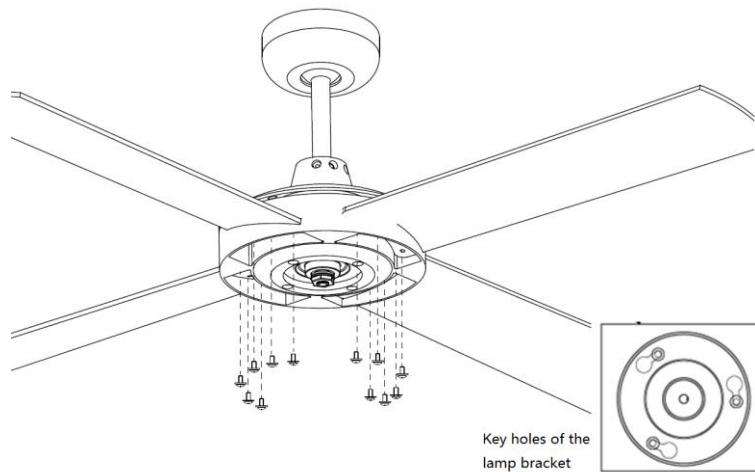

Fig. 5
1. Breng de ventilatorbladen via de zijgleuf van de motor aan en breng ze op één lijn met de 3 gaten. Als de gaten zich niet op één lijn bevinden, is het ventilatorblad ondersteboven. Het ventilatorblad moet stevig vastzitten en de schroeven moeten zich in de schroefgaten van het ventilatorblad bevinden. Stop de schroevendraaier met de schroef door het sleutelgat van de lampbeugel. Zet de ventilatorbladen vast met de 3 schroeven. Zorg dat de schroeven gelijkmatig zijn vastgedraaid om de kans op vervorming of niet in evenwicht te beperken. Herhaal deze procedure voor alle ventilatorbladen. **Fig. 5**